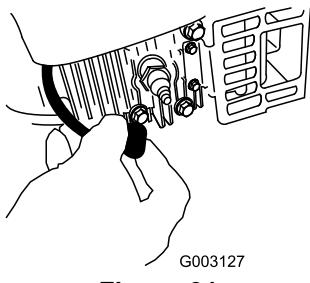

Figura 31
- Staccate il cappellotto dalla candela (Figura 31) prima di eseguire interventi di manutenzione.